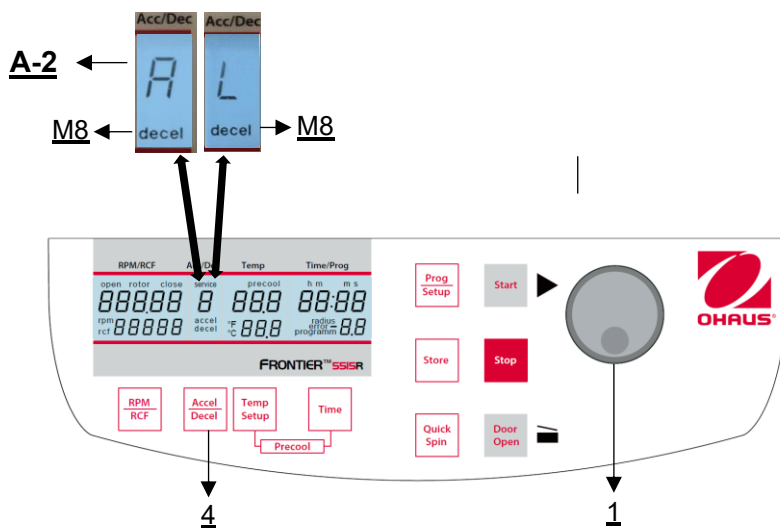

Figura 18
Si se pulsa tres veces la tecla **"Accel/Decel"** (4), la palabra **"decel"** (M8) parpadea en el campo de visualización **"Acc/Dec"** (A-2). Ahora se puede preseleccionar la curva de frenado deseada con el botón de ajuste (1) (véase la figura 18). La letra "L" indica una curva de frenado lineal. Esto significa que el rotor se frena uniformemente durante toda la fase de frenado. La curva de frenado con la letra de código "A" permite un frenado suave. Su RPM de frenado (rpm/s) se ajusta dinámicamente, lo que significa que las muestras sensibles sólo se arremolinan ligeramente durante la fase de frenado. Esto conduce a un mejor resultado de separación.